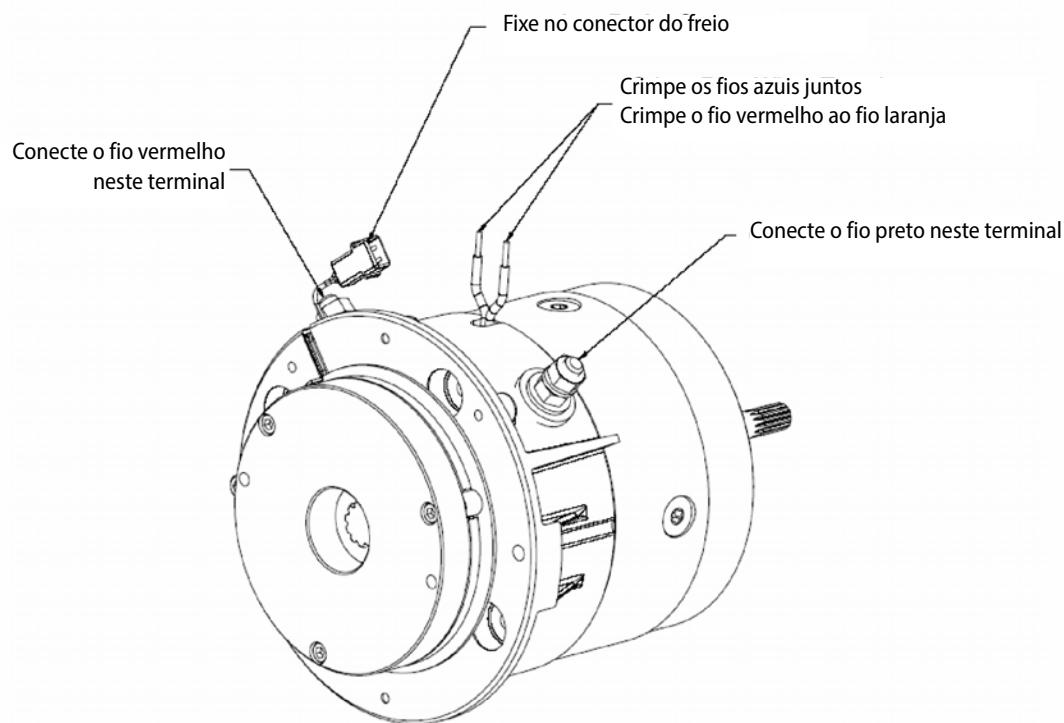

Figura 3-26. Conexões do chicote da fiação
1. Após a inspeção e o reparo, monte novamente a fiação no cabeçote da extremidade do comutador (9) conforme sua posição original. Verifique se a fiação não está em contato com peças metálicas e se permite que as escovas se movam sem restrições nos suportes. Os terminais do motor devem ser montados conforme mostrado em Figura 3-26. Dê torque na porca do terminal inferior a 12,4 Nm - 15,8 Nm (110 - 140 lb-in).